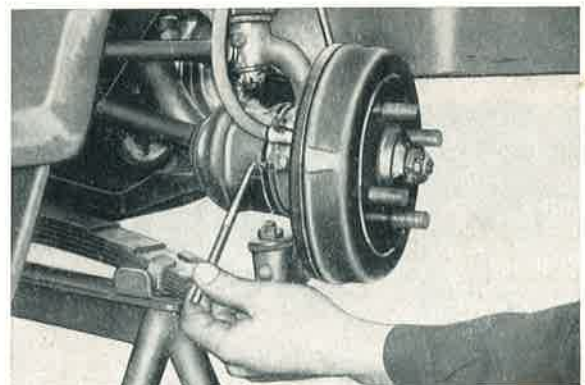

Bild 374: Das Schellenband für die Gelenkmanschette wird mittels eines Dorns gelöst und zurückgeschoben.
4. Schellenband zum Gelenk lösen (spitzer Dorn) (Bild 374).